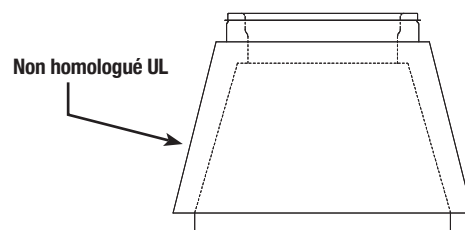

Figure 70 - Adaptateur carré à rond
1. Si la hotte est équipée d'un collier carré ou rectangulaire, un adaptateur carré à rond doit être utilisé pour connecter le conduit CIX rond à la hotte. (Voir **Figure 70**).